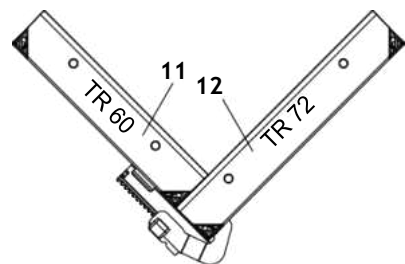

Fig. A7.04
Погледнато от външната страна, елементът TR 72 (12) трябва да се постави отдясно, докато елементът TR 60 покрива предната страна. Уверете се, че напр. скоби BFD са правилно монтирани. (Fig. A7.04)